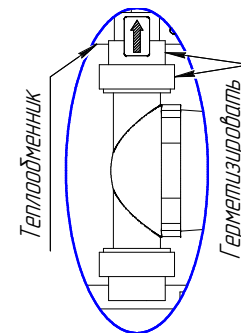

Рис.2.1
- ВНИМАНИЕ! Необходимо выполнить герметизацию резьбового соединения патрубка теплообменника с циркуляционным насосом средствами предназначенными для отопительных систем. Место герметизации показано на Рис.2.1 и обозначено спец. лентой внутри корпуса изделия. После затяжки гайки убедитесь что циркуляционный насос доступен для обслуживания (п.п.7.3) и не мешает установке панели управления (Рис.1).